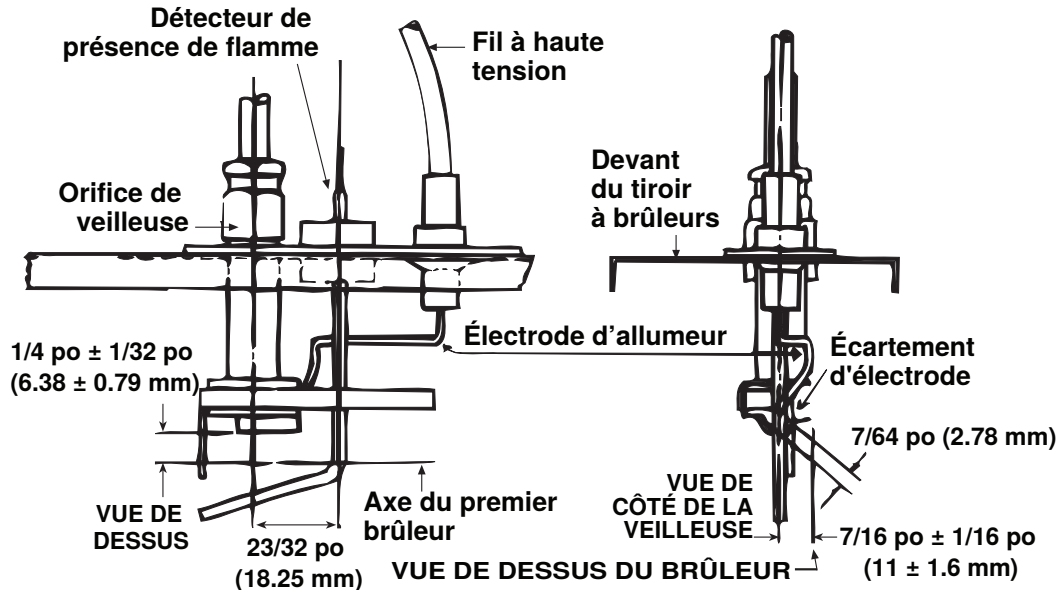

Figure 28. Éclateur à étincelle de veilleuse
4. Vérifiez l'éclateur à étincelle (voir Figure 28), qui doit être maintenu à 7/64 pouce.
- c. Assurez-vous que l'éclateur à étincelle (voir **Figure 28**) est d'environ 7/64 pouce.